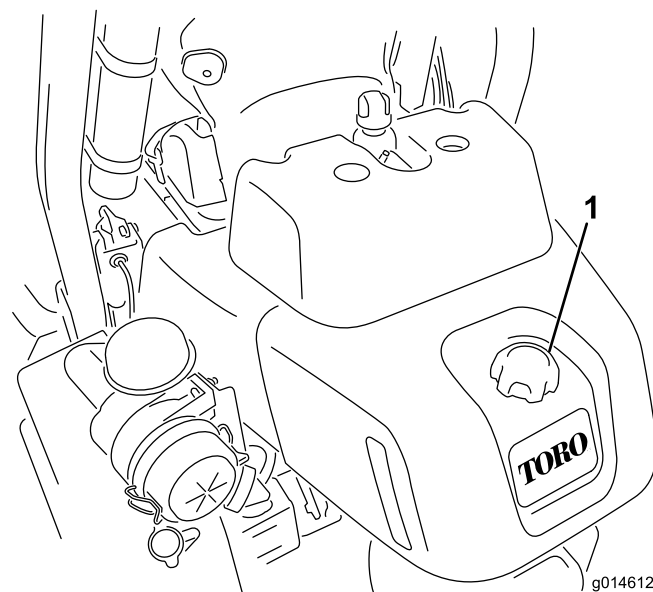

図 26
1. 燃料タンクのキャップの周囲をきれいに拭く (図 26)。